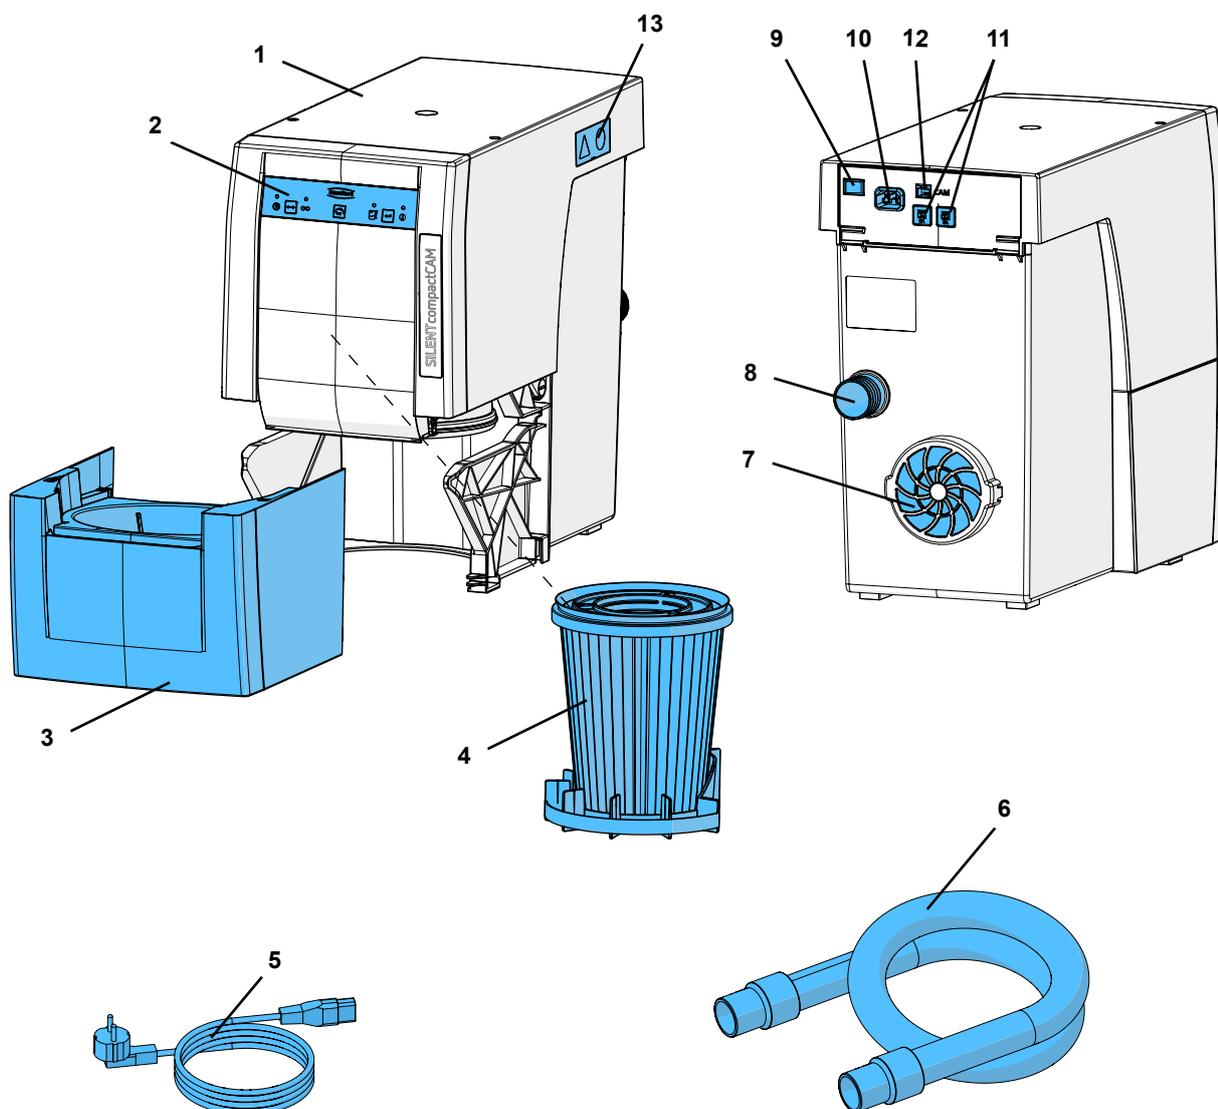

図 1
- ・集塵装置は、排気口(7, 図 1)を妨げないように、設置して下さい
- ・キャビネットの後壁に開口部を、排気口から直接の位置に250×120 mm以上のサイズで設けます（7、図1）。
⇒電源コード (5、図 1) を電源コンセント(10) に挿し込みます。
⇒吸引ホース(6、図 1) を吸引口(8) に挿し込みます。